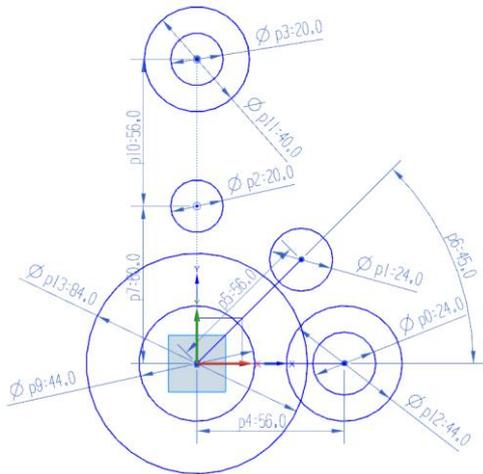

图 3-58 绘制同心圆
(3) 利用同样方法，在相应的3个圆的位置绘制直径分别为40、84、44的3个圆，并设置同心约束，如图3-58所示。